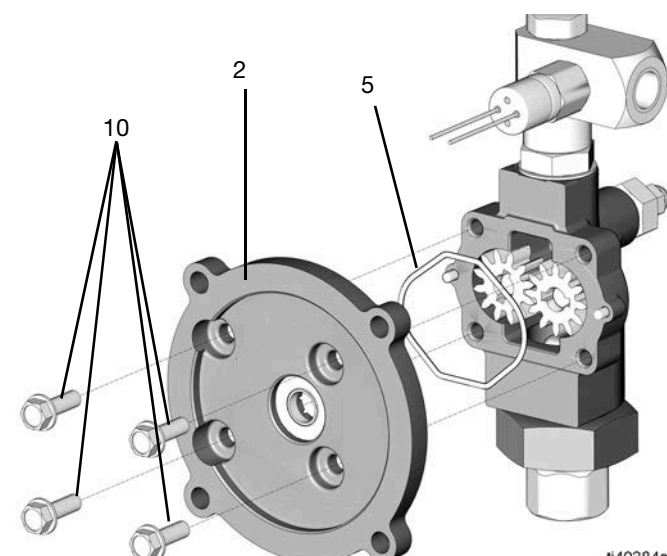

FIG. 34
15. Quite los cuatro tornillos (10) de la placa adaptadora (2) con una llave de tubo de 1/2 pulg. (FIG. 34).
16. Retire la placa adaptadora (2) (FIG. 34).
17. Retire la junta tórica (5) (FIG. 34).
4. Pase los cuatro tornillos (10) por la placa adaptadora (2) y utilice una llave de tubo de 1/2 pulg. para apretarlos (par de apriete de 40,7 N•m) [30 lb-pie]) (consulte la FIG. 34).